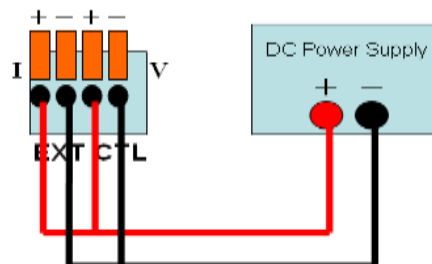

Figure 36- Montage de l'étalonnage de l'entrée analogique externe (voie simple)
2. Branchez la source de 10VDC aux entrées analogiques de la **carte d'interface DIO/Analogique** comme indiqué dans le figure 36 pour une seule voie :